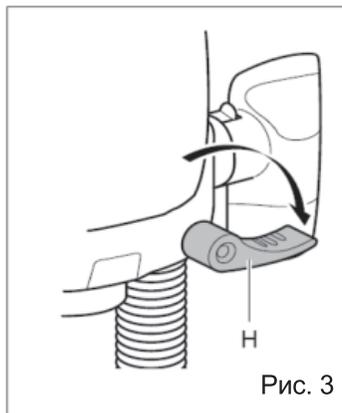

Рис. 3
- Установите инструмент на изделие, отпустите фиксирующий рычаг H (рис. 3).